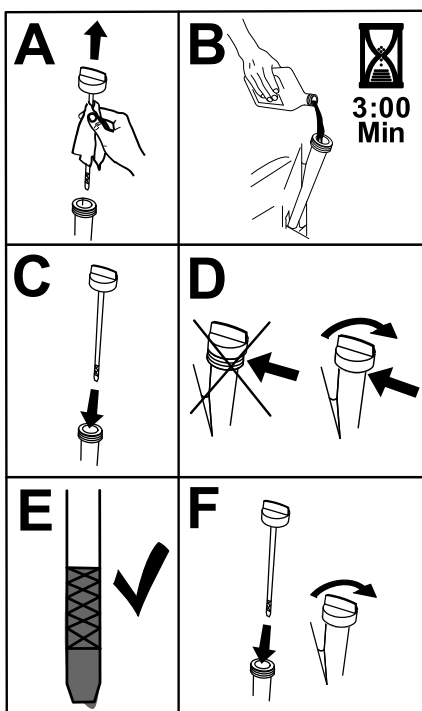

Figura 43
6. Turnă încet aproximativ 80% din uleiul specificat în tubul de umplere și adaugă lent ulei suplimentar pentru ca acesta să ajungă la marcajul Complet (Figura 43).